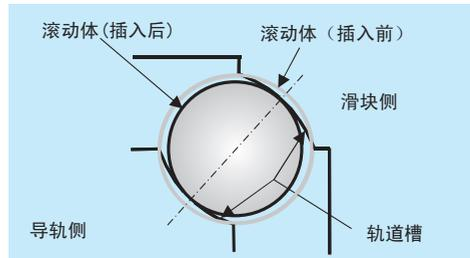

图 3.1 预紧方法
- 直线导轨的预紧施加方法。一般如图 3.1 所示，将略大于导轨沟槽空间的滚动物体插入沟槽施加预紧。